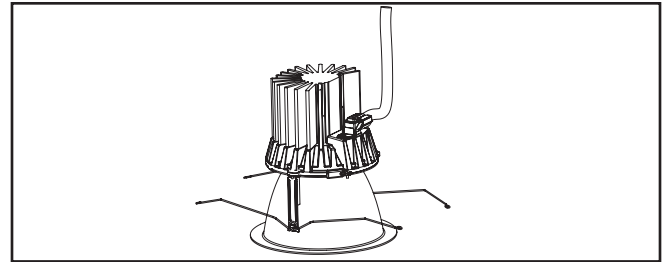

Figura 8.
8. Asegúrese de que el conector esté debidamente adherido. (Figura 8).